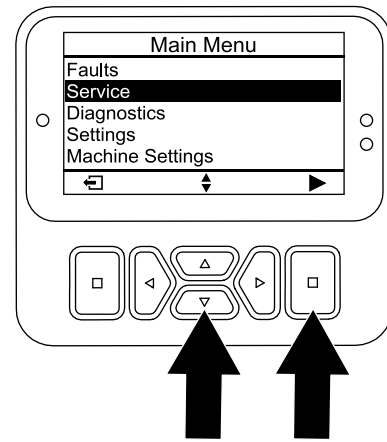

Bild 119
3. Drücken Sie die Taste „nach unten“, bis die Option SERVICE ausgewählt ist, und drücken Sie dann die Auswahlstaste (Bild 119).